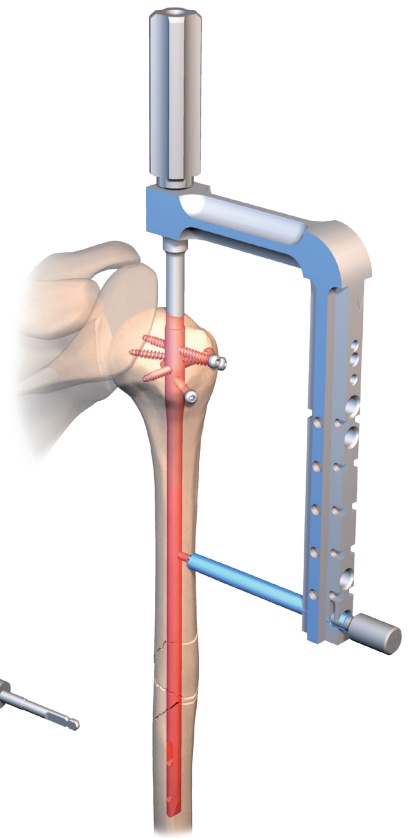
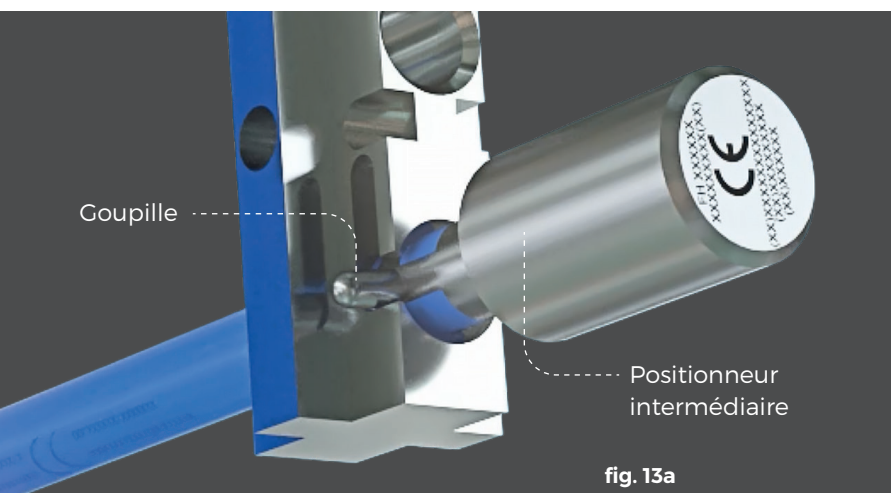

fig. 13
fig. 13a
- Introduire le positionneur intermédiaire (**réf. 253 675**) dans le canon (**fig. 13**), puis effectuer une rotation pour permettre l'insertion de la goupille dans l'arceau (**fig. 13a, 13b et 13c**) assurant le blocage du positionneur.